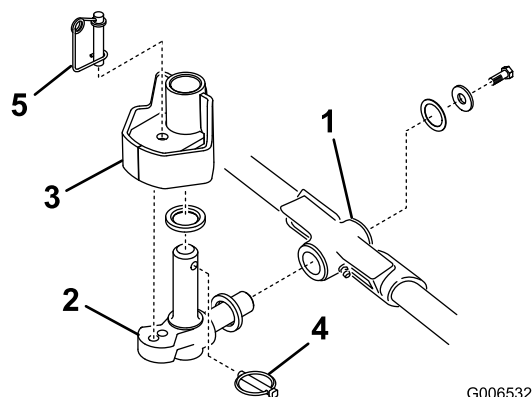

Figura 13
1. Introduzca una arandela de empuje en el eje horizontal del nudo del pivote tal y como muestra Figura 13.
2. Introduzca el eje horizontal del pivote en el tubo de montaje del bastidor de tiro (Figura 13).
3. Fije el pivote al bastidor de tiro con una arandela de empuje, una arandela plana y un tornillo de caperuza con arandela prensada (Figura 13).
4. Introduzca una arandela de empuje en el eje vertical del pivote (Figura 13).
5. Si no está ya instalado, introduzca el eje vertical del pivote en el buje de pivote del brazo de elevación (Figura 13). Guíe el pivote a su lugar entre las dos piezas de goma de centrado del lado inferior de la chapa de dirección del brazo de elevación.
6. Introduzca el pasador de seguridad en el taladro transversal del eje del nudo del pivote (Figura 13).
Nota: Si se requiere fijar la posición de la unidad de corte, introduzca el pasador de bloqueo de la dirección en el taladro de montaje del pivote (Figura 13).
11. Enganche el alambre del muelle alrededor de la parte inferior del pasador de bloqueo de la dirección (Figura 13).